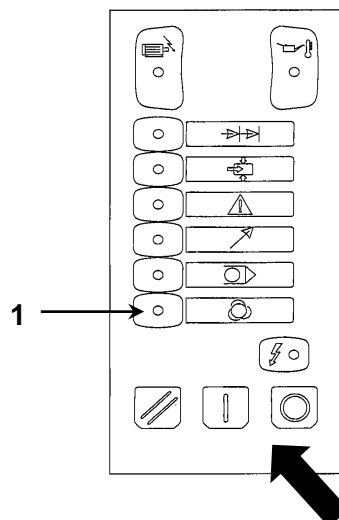

РИС. 24А
- Запустите компрессор, нажав последовательно на кнопку "I", Рис. 24А, и сразу же, прибл. через 1 секунду - на кнопку "0", Рис 24А, чтобы остановить его.